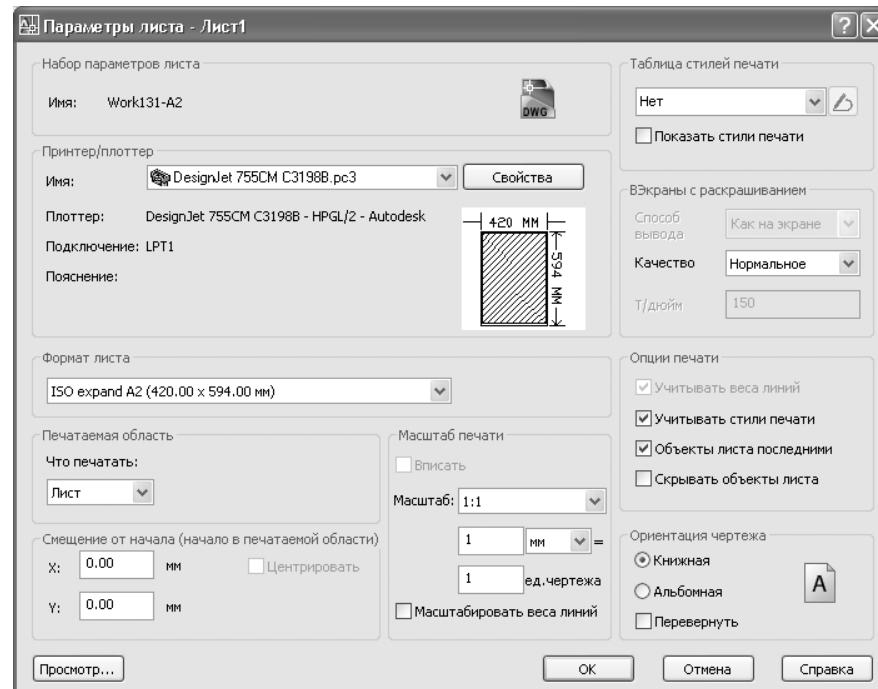
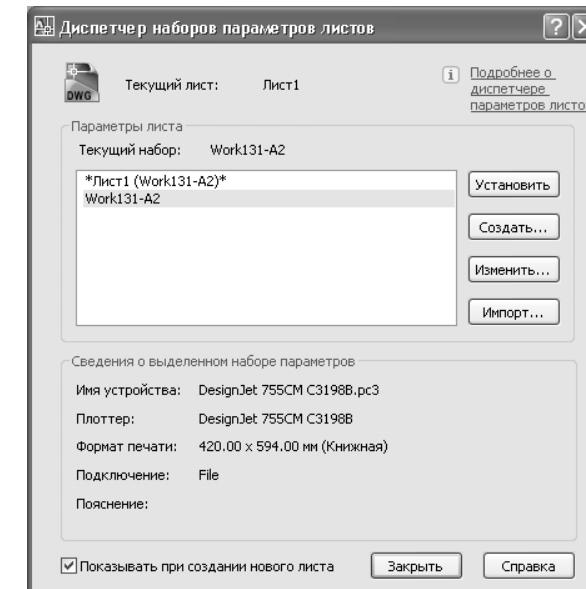

Рис. 13.3 ▼ Диалоговое окно **Параметры листа – Лист1** (Page Setup – Layout1)
Рис. 13.4 ▼ Диалоговое окно
plotter) выберите из списка **Имя** (Name) печатающее устройство, которое поддерживает формат А2 (например, **DesignJet 755CM C3198B**), а в группе **Формат листа** (Paper size) – соответствующий формат. В группе **Ориентация чертежа** (Drawing orientation) выберите переключатель **Книжная** (Portrait) (рис. 13.3).
8. Щелкните на кнопке **OK** для возврата в окно **Диспетчер параметров листов** (Page Setup Manager). Теперь в списке **Набор параметров листа** (Page Setups) этого окна будет отображаться два элемента – созданный по умолчанию набор ***Лист1*** и только что определенный вами набор **Work131-A2**. Выделив последний в списке, щелкните на кнопке **Установить** (Set Current), чтобы назначить его текущим. Имя первого элемента изменится, чтобы отобразить тот факт, что листу компоновки **Лист1** назначен набор параметров страницы **Work131-A2** (рис. 13.4).
Совет. У каждого принтера или графопостроителя печатаемая область имеет свой размер, который может зависеть от выбранного формата. Для того чтобы узнать этот размер, щелкните правой кнопкой мыши на ярлычке **Лист1** (Layout1), выберите из появившегося контекстного меню команду **Диспетчер параметров листов** (Page Setup Manager) и щелкните в открывшемся окне **Диспетчер параметров листов** (Page Setup Manager) на кнопке **Изменить** (Modify) (см. рис. 13.4). В появившемся окне **Параметры листа – Лист1** (Page Setup – Layout1) (см. рис. 13.3) щелкните на кнопке **Свойства** (Properties), которая находится справа от выбранного в списке **Имя** (Name) устройства печати. На экране появится окно **Редактор параметров плоттера** (Plotter Configuration Editor). Переийдите в нем на вкладку **Устройство и документ** (Device and Document Settings), раскройте группу параметров **Нестандартные форматы и калибровка** (User-defined Paper Sizes & Calibration) и выберите в ней параметр **Изменение стандартных форматов листа** (Modify Standard Paper Sizes (Printable Area)). Найдите